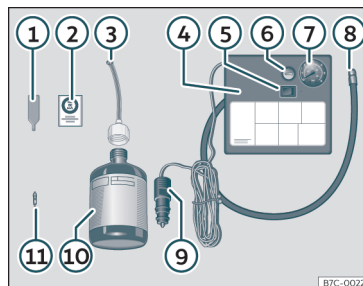

Fig. 38 Representación estándar: contenido del kit antipinchazos.
El kit antipinchazos se encuentra en el compartimento del maletero bajo el revestimiento del suelo. Incluye los siguientes componentes >>> **fig. 38**:
- Desenrosque la caperuza y el obús de la válvula del neumático. Utilice el aparato >>> **fig. 38** ① para extraer el obús. Colóquelo en una superficie limpia.
- Agite con fuerza la botella de sellante de neumáticos >>> **fig. 38** ⑩.
- Enrosque el tubo de inflado >>> **fig. 38** ③ en la botella de sellante. El precinto de la botella se romperá automáticamente.
- Retire el tapón del tubo de llenado >>> **fig. 38 ③** y enrosque el extremo abierto del tubo en la válvula del neumático.
- Vuelva a colocar el obús con el aparato >>> **fig. 38 ①** en la válvula del neumático.
- Enrosque el tubo de inflado del neumático del compresor >>> **fig. 38 ⑧** en la válvula del neumático.
- Compruebe que el tornillo de evacuación de aire está cerrado >>> **fig. 38 ⑥**.
- Acople el conector >>> **fig. 38 ⑨** a toma de corriente de 12 voltios del vehículo >>> pág. 160.
- Conecte el compresor de aire con conmutador ON/OFF >>> **fig. 38 ⑤**.
- Pegue el adhesivo >>> **fig. 38 ②** en el cuadro de instrumentos, dentro del campo visual del conductor.
Vuelva a enroskar el tubo de inflado >>> **fig. 38 ⑤** y compruebe la presión en el manómetro ⑥.